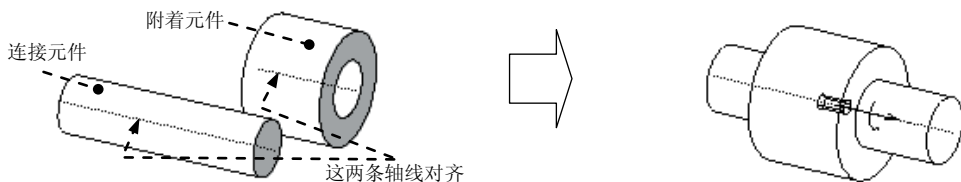
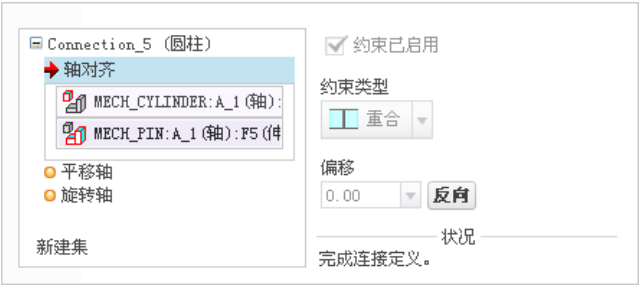

图 9.2.6 圆柱（Cylinder）接头
图 9.2.8 “轴对齐” 约束参考
圆柱接头与销钉接头有些相似，如图 9.2.6 所示，圆柱接头的连接元件既可以绕轴线相对于附着元件转动，也可以沿轴线平移。
② 单击操控板中的 放置 按钮。
③ 为“轴对齐”约束选取参考。分别选取图 9.2.6 中的两条轴线，此时 放置 界面如图 9.2.8 所示。